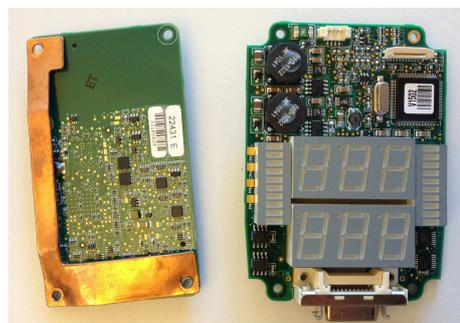
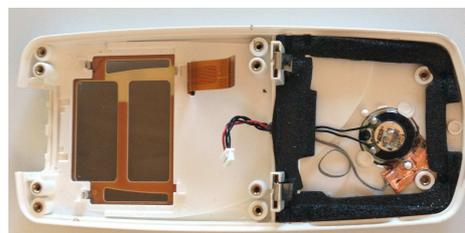

Fig. 1
Fig. 2
- Retirer les 2 cartes (**Fig. 1**) et le clavier (**Fig. 2**).